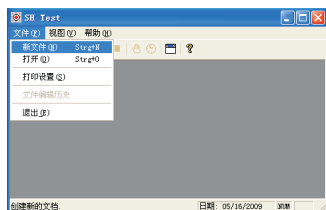

图 14
(3) 具体操作
- 点击文件菜单中的新文件选项（图14）。